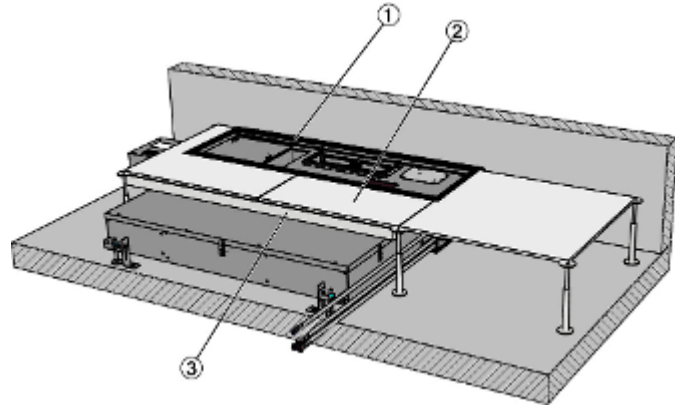

Abb. 7: Zwischenboden herstellen (Doppel- oder Hohlraumboden)
5. ▶ Zwischenboden (Abb. 7/2) so herstellen, dass das Lüftungsgitter mit dem Zwischenboden bündig abschließt (Lüftungsgitter 0 bis -0,5 mm unterhalb Bodenbelag), die Geräteöffnung (Abb. 7/1) aussparen. Im Bereich des Lüftungsgeräts dürfen keine Stützen gesetzt werden. Die Gerätebreite muss durch eine Unterkonstruktion (Abb. 7/3) abgefangen werden.